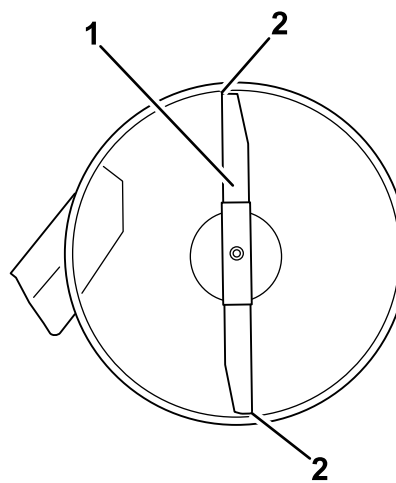

Bild 54
4. Drehen Sie die Messer vorsichtig, sodass sie in Längsrichtung zeigen (Bild 54).
5. Messen Sie zwischen der Messerspitze vorne und hinten und der ebenen Fläche (Bild 54). Stellen Sie die vordere Sicherungsmutter ein, wenn die vordere Schnittmesserspitze nicht um 1,6–7,9 mm tiefer liegt als die hintere.
vordere Schnittmesserspitze um 1,6–7,9 mm tiefer liegt als die hintere Spitze (Bild 54).